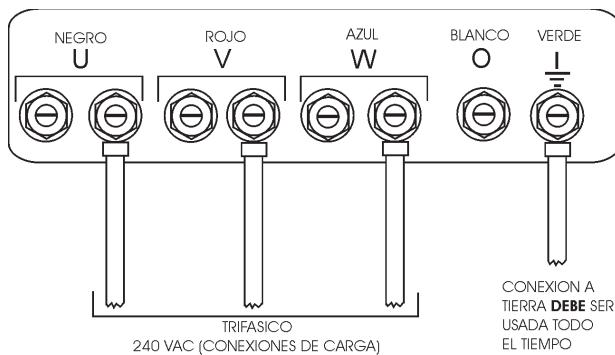

Figura 21. Contactos de las terminales UVWO
- Conecte los cables de carga a las terminales UVWO como se muestra en la Figura 21.